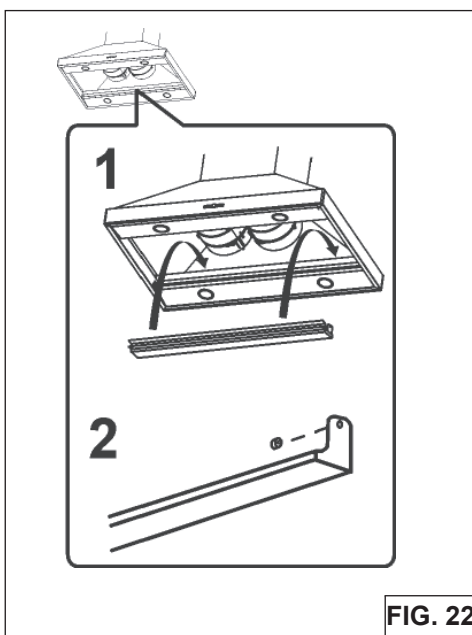

FIG. 22
2. Pour installer la GOUTTIÈRE (FIG.22), soulevez-la et insérez-la dans le rail de la hotte. Mettez en place les arrêts et les filtres à graisses.